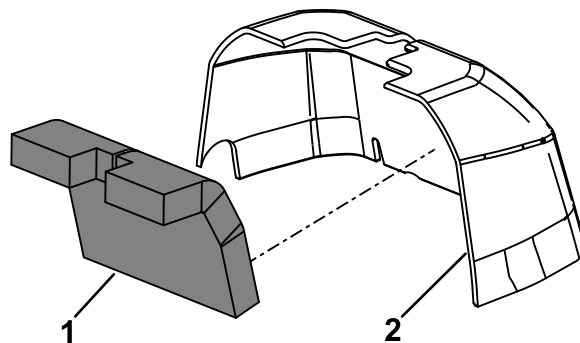

Figure 7
8. Retirez la pellicule protectrice et placez la plaque isolante de la colonne de direction sur le couvercle de la colonne de direction (Figure 7).